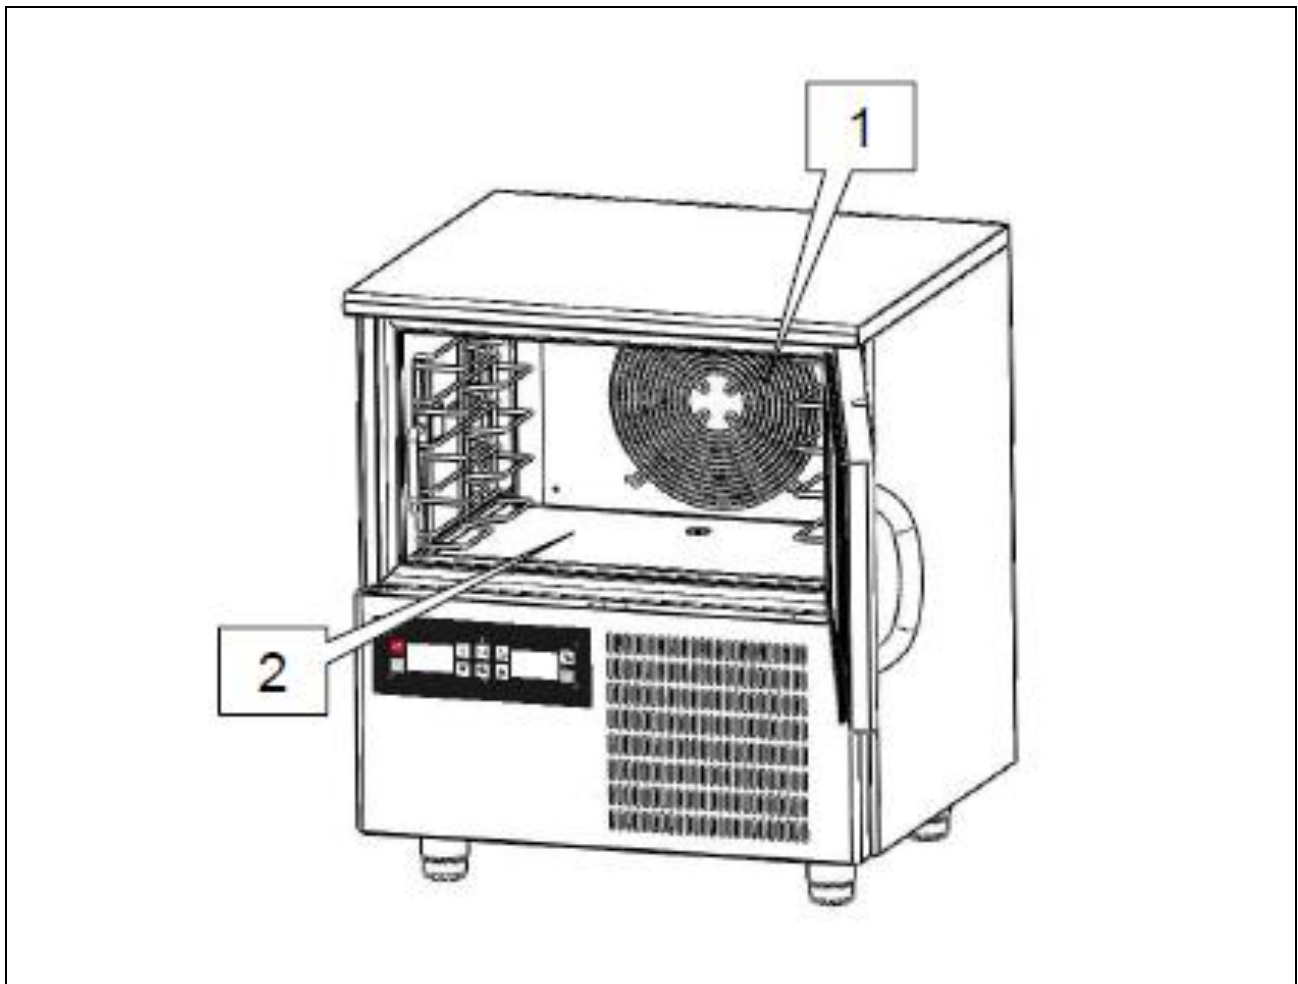

Fig. 4
- con condotti di aerazione (rif. 1 fig. 4) ostruiti;
- con il prodotto da lavorare posto a ridosso delle griglie di ventilazione (rif. 1 fig. 4), degli eventuali condotti di aerazione, o sul fondo della cella (rif. 2 gif. 4).